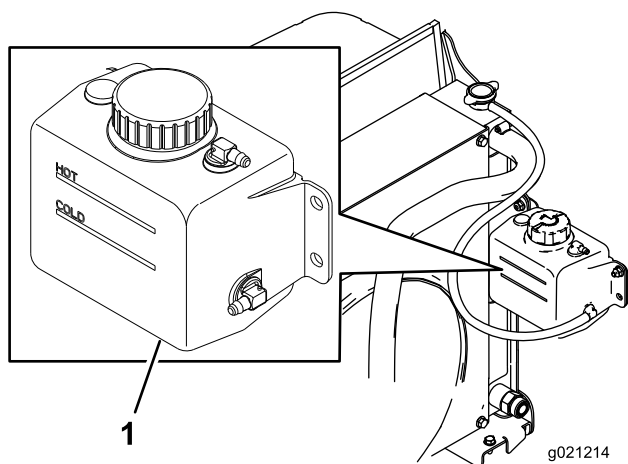

Figure 27
1. Vérifiez le niveau du liquide de refroidissement dans le vase d'expansion (Figure 27).